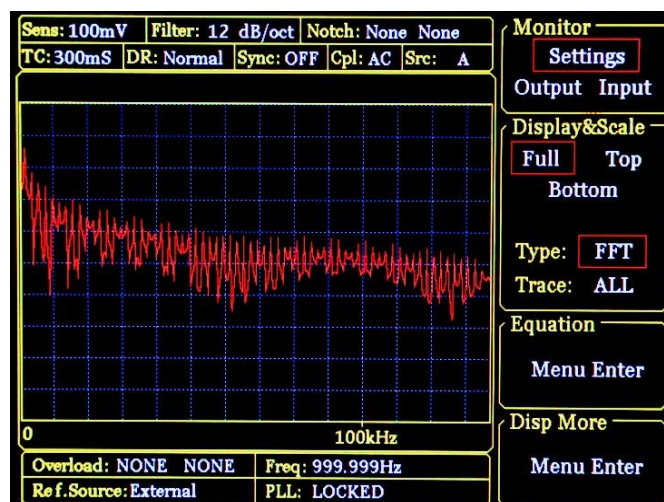

图28. <Full>-<FFT>显示
3)<FFT>：频谱图，通过 FFT（快速傅里叶变换）计算输入信号的频谱信息并显示。如图 28 所示。